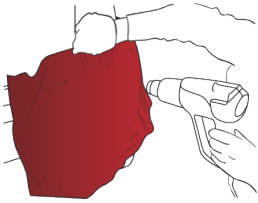

Abbildung 16
- › Danach auf 40 °C bis 50 °C erhitzen (Abb. 16) (30 °C bis 40 °C für HX45CA890B, HX45CA891B, HX45CA892B) und spannen, um Falten zu entfernen und mit der Rakel andrücken.